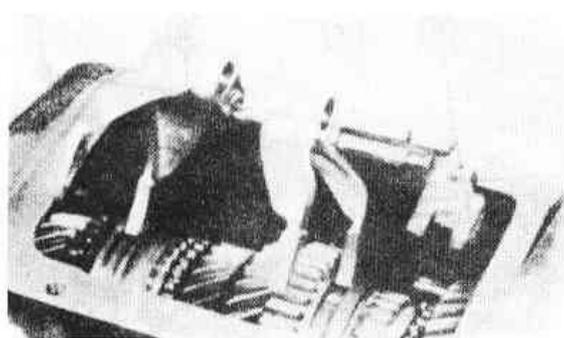

Рис.6.26. Установка вилок включения передач коробки типа С (Разд.7)
40. Чтобы установить вилки переключения передач, включите 2-ую передачу и нажмите рычаг включения заднего хода по направлению назад (Рис.6.26).